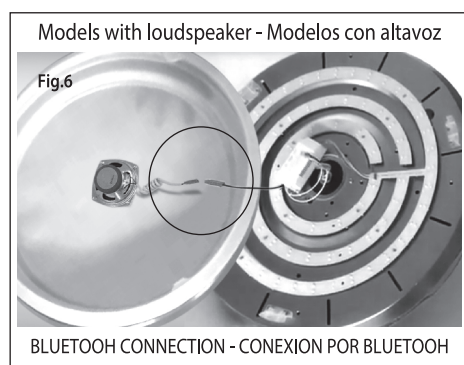

Fig.6
- 6) Pour les modèles avec SPEAKER, le câble est connecté au haut-parleur situé dans le diffuseur (fig.6)
- 6) Para modelos com SPEAKER, ligar o cabo ao altifalante localizado no difusor (fig.6).